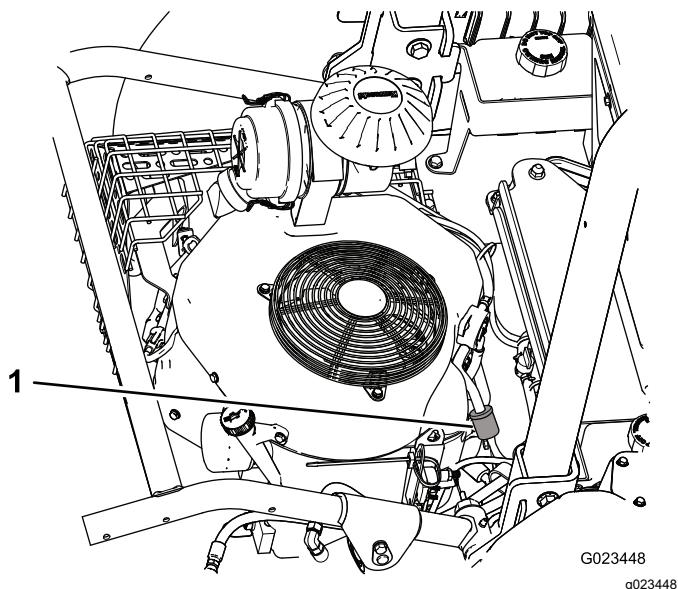
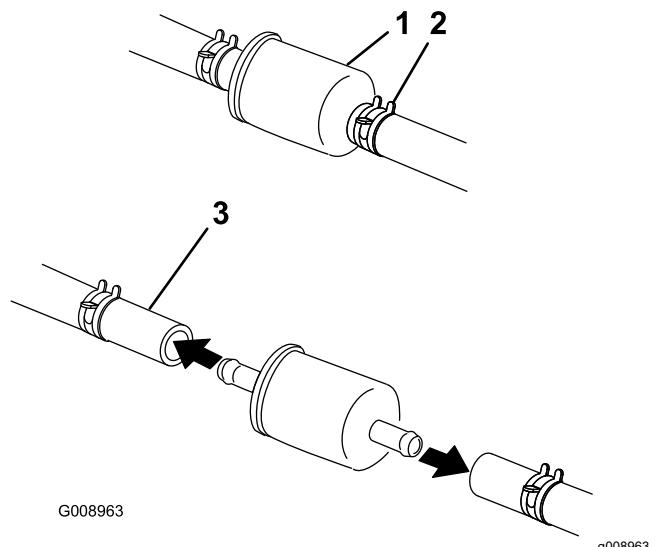

Figure 50
Figure 51
2. Desserrez le collier de flexible sur le côté carburateur du filtre, et débranchez la conduite de carburant du filtre (Figure 50 et Figure 51).